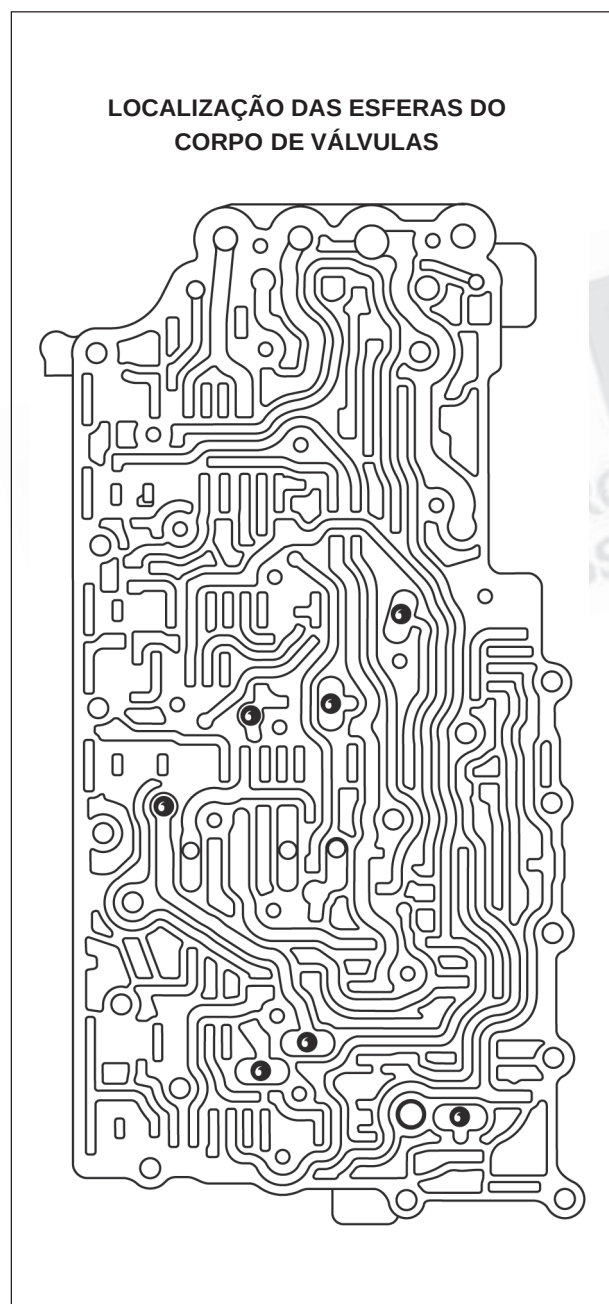

Figura 142
18. Instale as sete (7) esferas de controle em suas corretas localizações no corpo de válvulas superior, conforme mostra a figura 142.